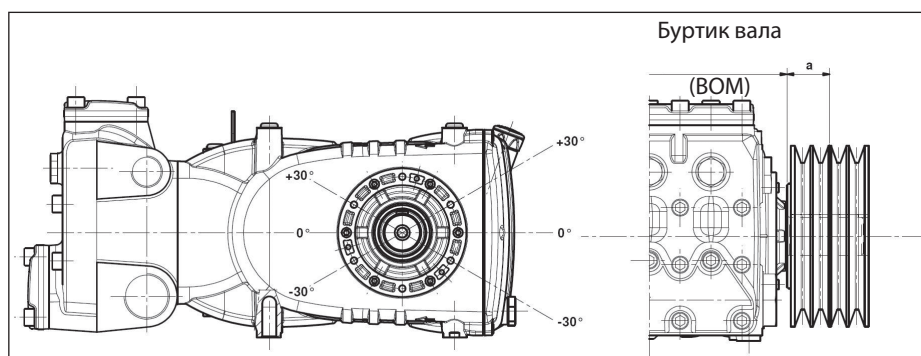

Рис. 10
Радиальная нагрузка на вал не должна превышать 7500 Н (значение, необходимое для определения плана компоновки). Передача считается соответствующей, если данная нагрузка прилагается на максимальном расстоянии  $a = 40$  мм от буртика вала (ВОМ), как указано на Рис. 10.
- б) Пользуйтесь ремнями с высоким КПД, например, **XPB** вместо **SPB**, поскольку в этом случае потребуется меньшее количество ремней при одинаковой передаваемой мощности, что в свою очередь сократит расстояние между результирующей силой и буртиком вала (BOM) "а" на Рис. 10.